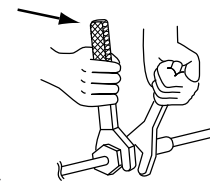

Рис. 18
- Закрутите накладную гайку, а затем затяните ее двумя гаечными ключами – обычным и динамометрическим (см. рис. 18).